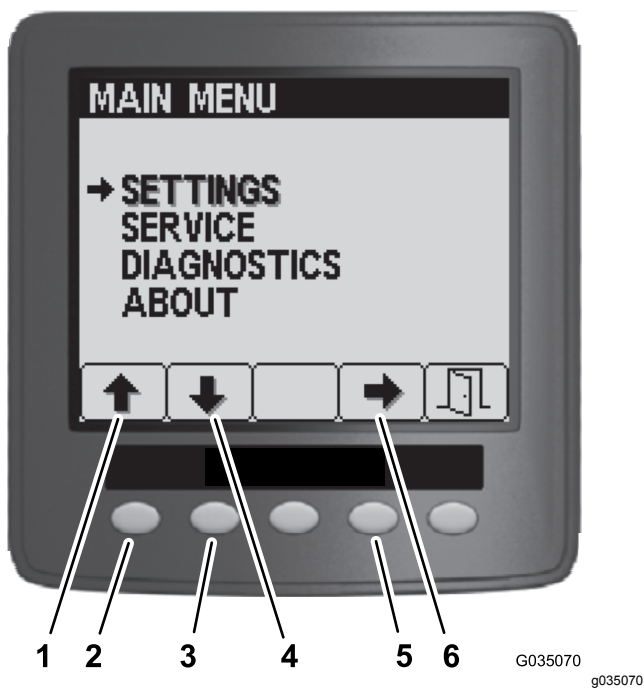

図 100
3. メインメニュー画面から、ボタン1または2を押して「設定」Settingsメニューが出たらボタン4で設定メニューに入る 図 100。